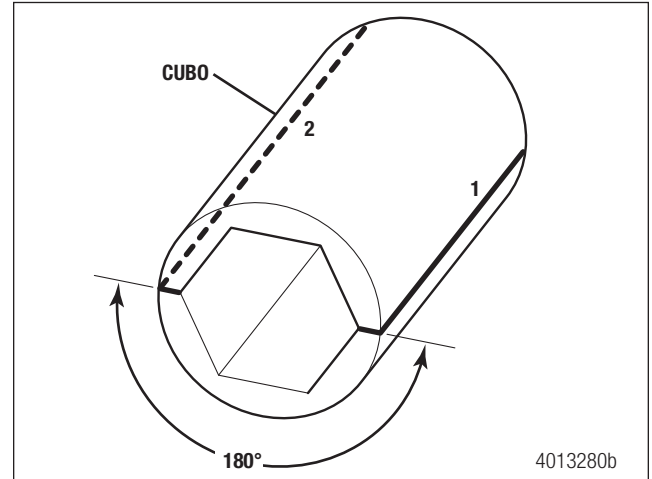

Figura 7.7
- b. Con un marcador, marque el cubo en dos lugares separados 180 grados (media vuelta) y etiquete esas marcas como #1 y #2. Figura 7.7.